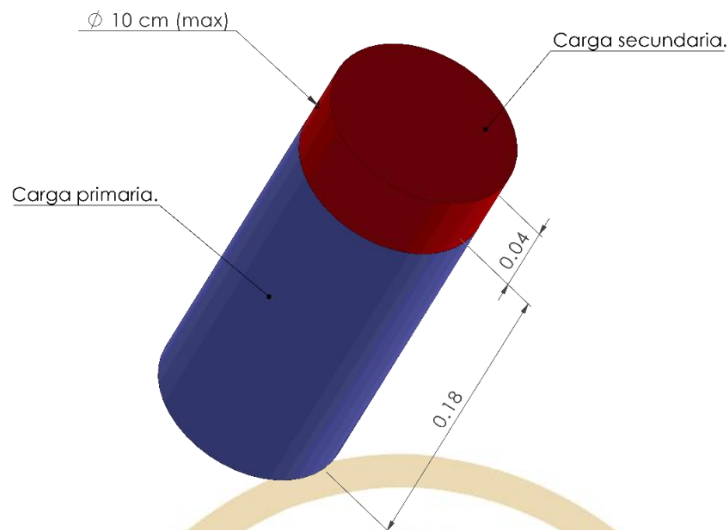

Figura 1. Dimensiones máximas del satélite enlatado.
- 5.1. Las dimensiones y forma del satélite enlatado, una vez ensamblado, deben ser equivalentes a las de un cilindro de 9 a 10 cm de diámetro y una altura de 20 a 22 cm. La carga primaria deberá tener máximo una altura de 18 cm y la secundaria de 4 cm. La envoltura debe ser parte del satélite y recubrirlo en su totalidad. La superficie del satélite enlatado debe ser lisa al tacto y no debe presentar ondulaciones. El sistema de autogiro debe estar embebido en el interior del satélite y no debe presentar protuberancias (véase Figura 1).